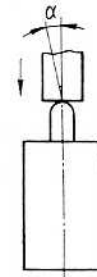

Рис. 1.
3. Выключатели с приводом толкатель (рис. 1) предназначены для работы с толкающим упором.